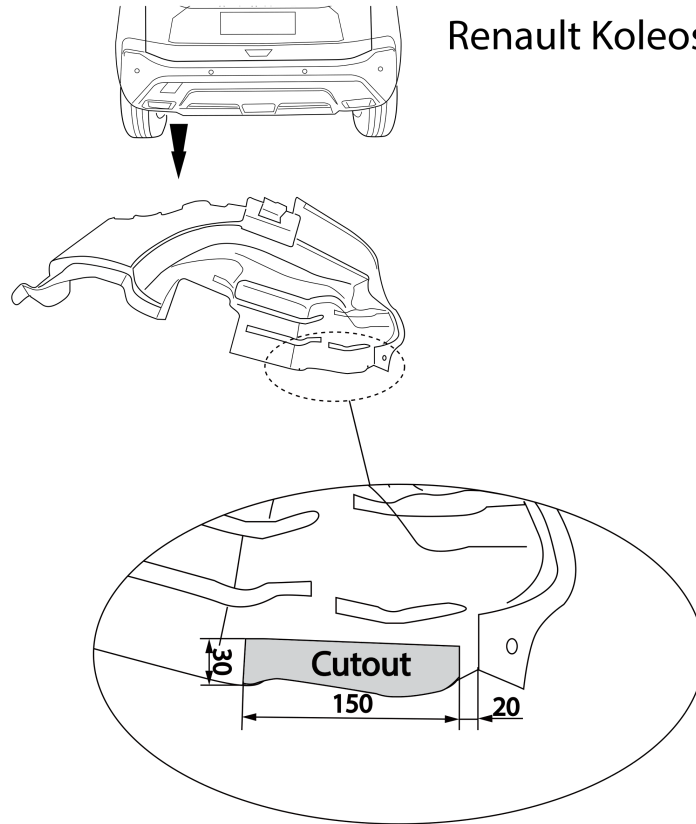

Fig. 2
10. Renault Koleos: Выпилить обозначенную часть, как указано на рис. 2.